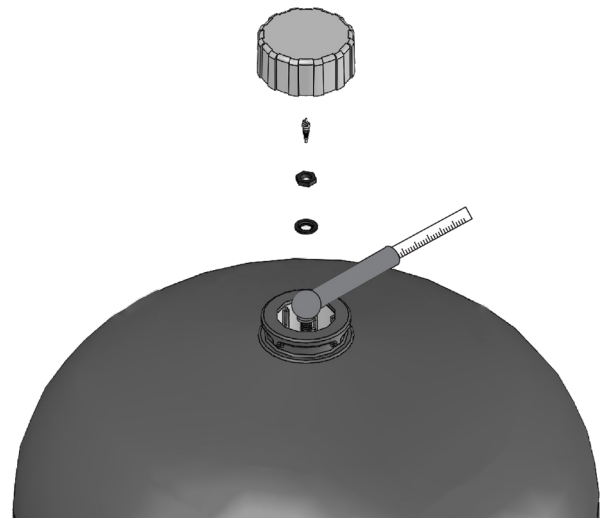

Figura 3: Use un manómetro de neumáticos para revisar la carga previa de la celda de aire
2. Quite el tapón del borne y revise la presión de aire de la válvula que está ubicada en la parte de arriba del tanque con un manómetro estándar. Ver Figura 3. La presión de aire debe estar a 4 psig por debajo de la presión de arranque de la bomba (si el interruptor cierra a 30 psig, la presión del tanque debe ser de 26 psig).
4. Vuelva a cargar el tanque con presión de aire (ver figura 3), de conformidad con la tabla 1. Instale el tapón del borne c/el tapón de la válvula; vuelva a conectar la bomba al suministro eléctrico.